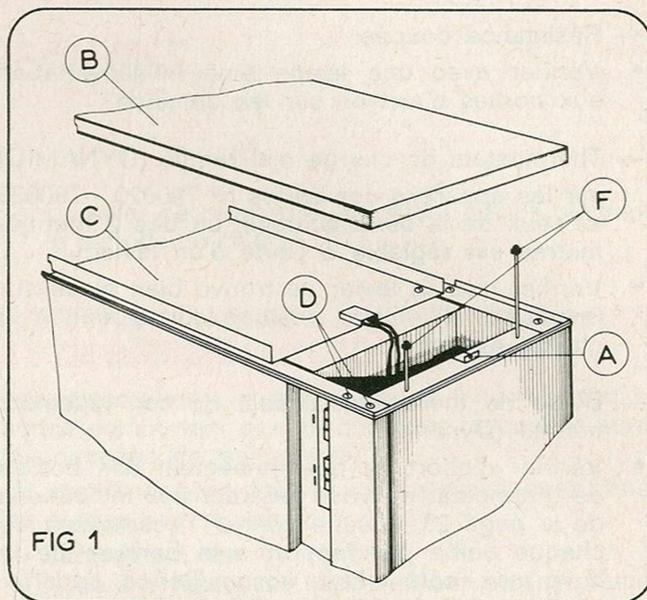

FIG 1
- Dévisser la vis tête cruciforme qui se trouve sur la droite au-dessous du couvercle (rep. A - fig. 1).
- Le soulever et l'enlever (rep. B - fig. 1).
- Enlever les deux tiges en les tirant vers le haut (rep. F - fig. 1), ce qui libère le panneau latéral qui s'enlève en le tirant vers le bas.
- Dévisser les 2 vis de fixation du bandeau vertical (voir ci-dessus fig. 1 - rep. D).
- Remettre les 2 vis de fixation (rep. D - fig. 1, page 26).